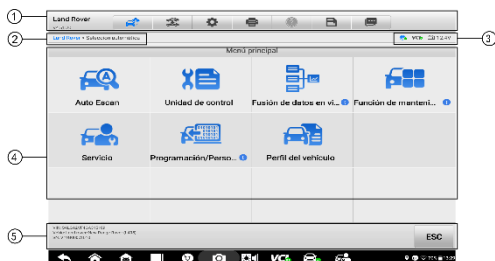

Figura 4-6 Pantalla del menú principal
1. Pulse el botón de la aplicación **Diagnóstico** en el menú de tareas de MaxiSys. Seleccione la información del vehículo correspondiente y acceda a la pantalla del menú principal (Figura 4-6).